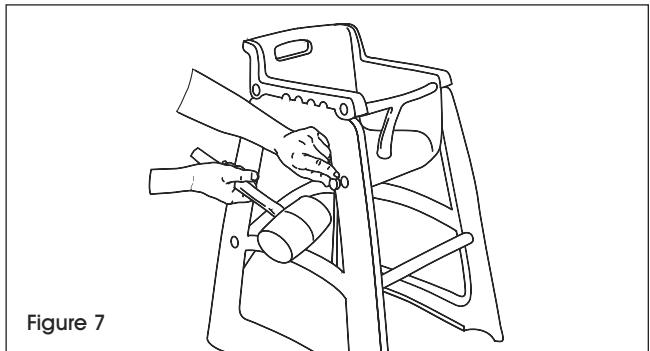

Figure 7
7. Masquez les orifices des vis à l'aide des couvercles. Utilisez le maillet en caoutchouc. (Voir Figure 7)